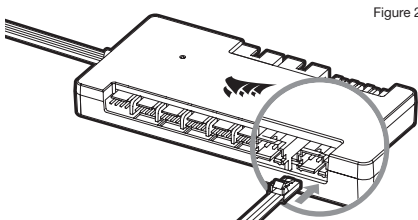

Figure 2
2. Вставьте разъем RGB в отверстие контроллера CORSAIR iCUE Commander PRO или Lighting Node PRO (Рис. 2).